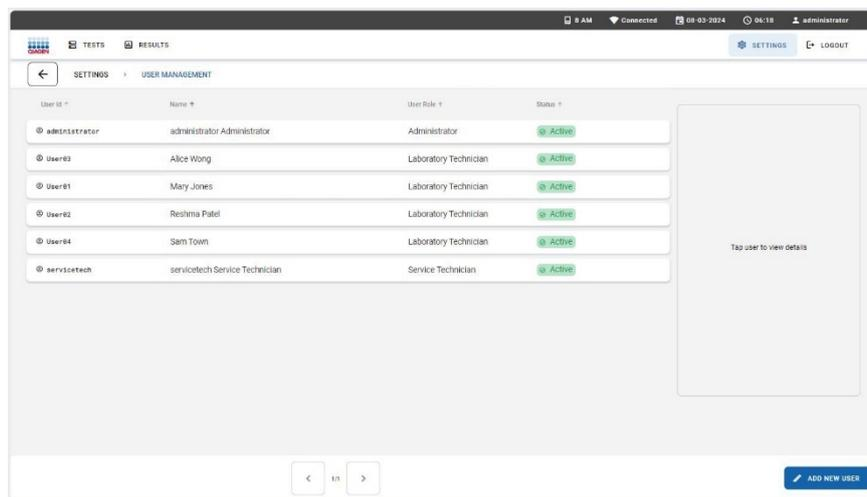

Figura 69. Gerenciamento de usuários.
2. Selecione o menu Gerenciamento de usuários para visualizar os usuários que podem acessar o QIAstat-Dx Rise (Figura 69). As propriedades do perfil do usuário são descritas em Procedimentos operacionais.